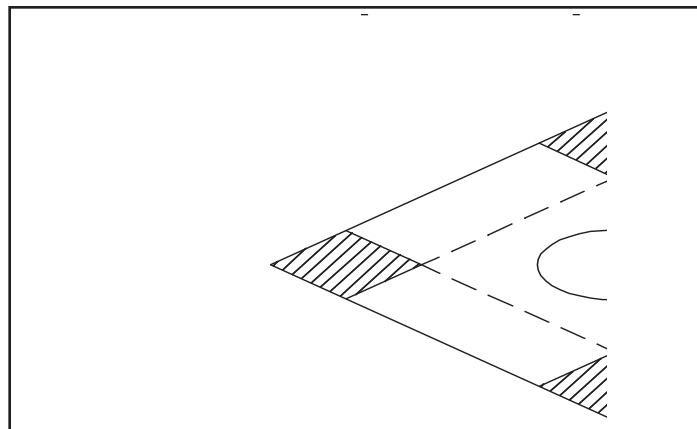

Figure 4,26
3. Fixez le solin en tôle galvanisée en haut de la cheminée en maçonnerie au moyen d'un boudin de colle qui ne durcit pas pour le rendre étanche. Si le solin est plus grand que le haut de la cheminée, faites des entailles et repliez-le selon les besoins pour l'adapter à la cheminée. Voir la Figure 4,26.
5. Connectez la chemise flexible à l'adaptateur supérieur, au moyen de trois vis à tête. Voir la Figure 4,21.